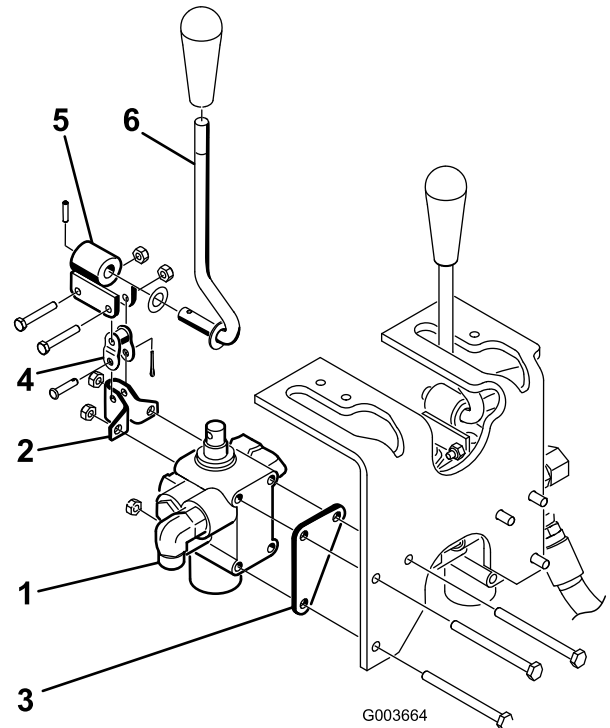

Figura 5
3. Monte provisionalmente la palanca de pivote en el actuador de la válvula y en el eslabón de desplazamiento con 2 pernos (N° 10 x 1-1/4 pulg.) y 2 contratuercas (Figura 5). No los apriete todavía.
2. Monte el conjunto de la válvula, el soporte del pivote y la chapa de la válvula al bastidor con 3 pernos (1/4 x 3 pulg.) y 3 contratuercas (Figura 5). Posicione la chapa de la válvula contra la parte delantera del